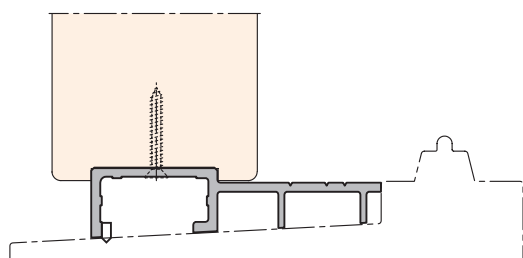

Bild 3
- Aufsatzschiene HH0132-04 (27) anschrauben (Bild 3 und 4).
- Abdeckkappe (23) in Aufsatzschiene HH0132-04 (27) eindrücken und versiegeln.